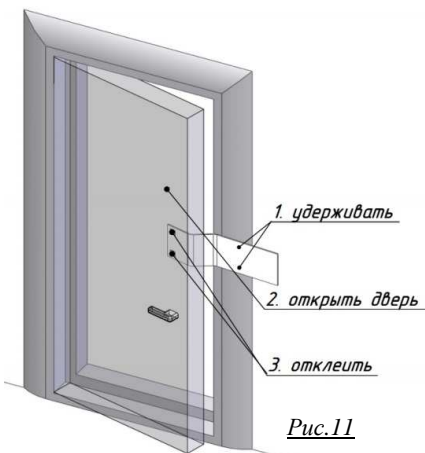

Рис.11
7. Придерживая шаблон в местах приклейки к дверной коробке, осторожно откройте дверь и отклейте шаблон от дверного полотна (см. рис.11). Не допускайте смещения шаблона относительно дверной коробки.